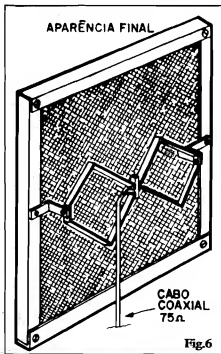

Fig.6
- **FIG. 6** - Mais um detalhe final de como a antena fica: é o quadro/refletor (forrado com a tela de arame), com a "borboleta" (duplo dipolo) à sua frente, centrada, afastada e fixada pelos elementos em "L". O cabo coaxial de descida também é visto (em 5-A e 5-B o cabo é mostrado, na sua ligação ao "NÓ" da antena...).